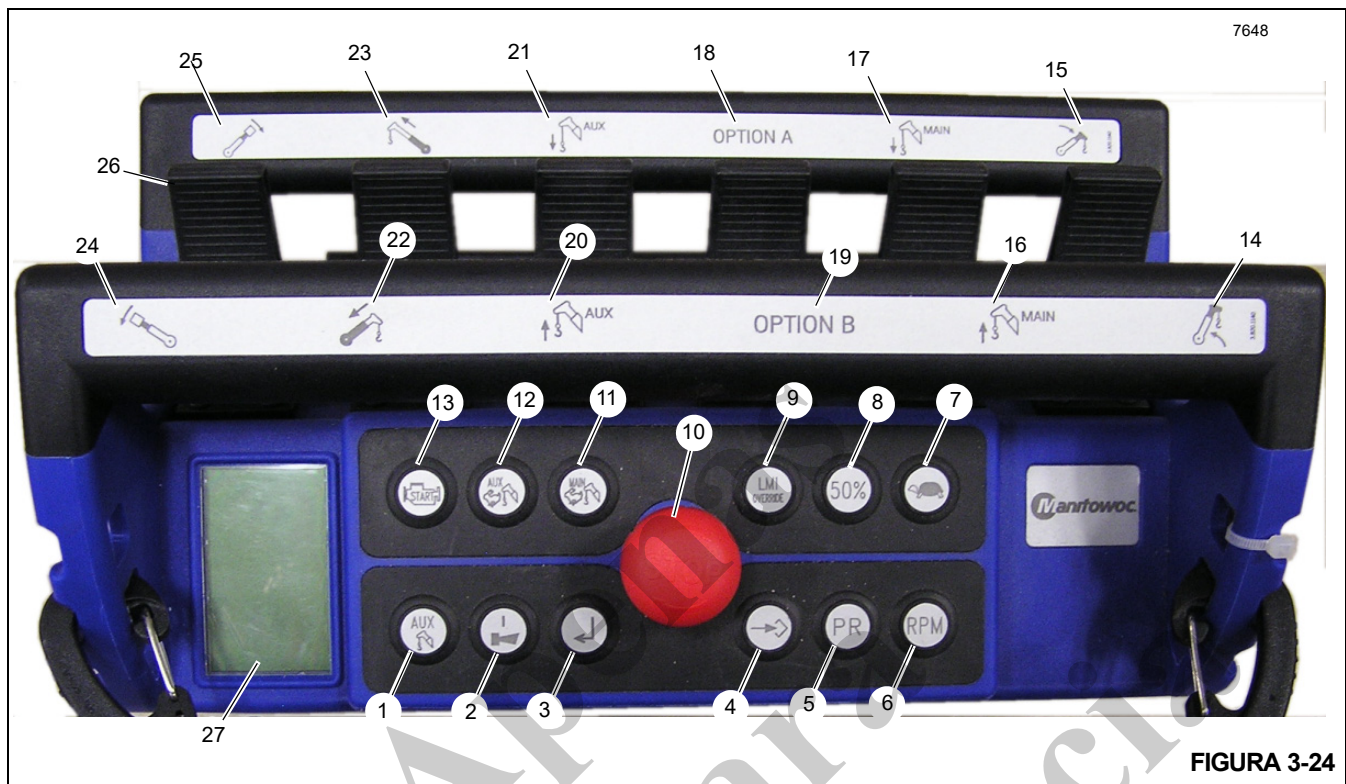

FIGURA 3-24
O Controle remoto do guindaste opcional (Figura 3-24) permite o controle remoto total do guindaste. O Controle remoto padrão é desativado ao usar o Controle remoto do guindaste.
A Tela de LCD (27, Figura 3-24 e Figura 3-25) no mostrador é usada para informar intensidade do sinal, nível da bateria, canal sem fio, status do controle remoto e a configuração da máquina dependendo dos botões que são pressionados. As informações do RCL são também exibidas para o operador e podem ser alternadas pressionando-se o botão Alternar a tela do IMC do guindaste (3). As seguintes informações do RCL estão disponíveis ao operador na tela de LCD:
Para usar este controle remoto, é necessário ativar o botão vermelho de PARADA (10, Figura 3-24) para ligar o transmissor. Para controlar o guindaste, é necessário pressionar o botão LIGAR/buzina (2) para ativar o controle remoto. A buzina do guindaste é acionada para confirmar a ativação do controle remoto. Agora, o guindaste pode ser ligado mantendo pressionado o botão de partida do motor (13). O controle remoto pode agora ser usado para controlar o guindaste. Para ativar uma função, movimento o joystick (26) correspondente ao movimento desejado.
1. Para usar este controle remoto, é necessário ativar o botão vermelho de PARADA (10, Figura 3-24) para ligar o transmissor.
2. Pressione o botão Ligar/Buzina (2) para ativar o controle remoto. A buzina do guindaste é acionada para confirmar a ativação do controle remoto.
3. Pressione e mantenha pressionado o botão Partida do motor (13) para ligar o guindaste. O controle remoto pode agora ser usado para controlar o guindaste.
4. Mova o joystick (26) que corresponda ao movimento desejado para ativar a função desejada.
5. Pressione o botão vermelho de PARADA (10) quando terminar de usar o controle remoto. Isso desliga o guindaste.